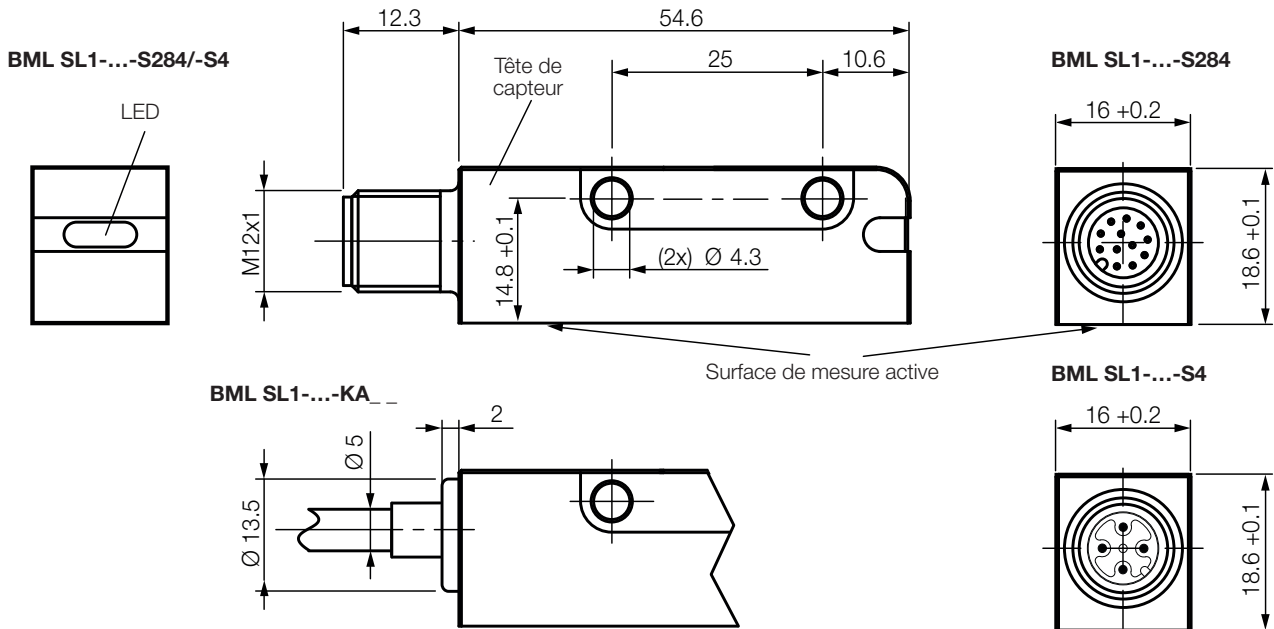
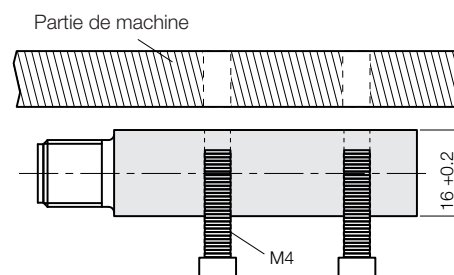
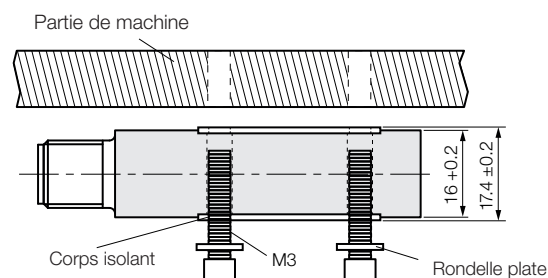

Fig.3-1 : BML SL1-..., structure
Fig.4-4 : Montage de la tête de capteur (sans corps isolant)
Fig.4-5 : Montage de la tête de capteur avec corps isolant
3. En tenant compte des distances et tolérances (voir chapitre 4.3.3, page 11 et chapitre 4.3.4, page 12) fixer la tête de capteur par son côté droit ou gauche à la partie de machine (voir Fig.3-1, page 7 et Fig.4-4 ou Fig.4-5).